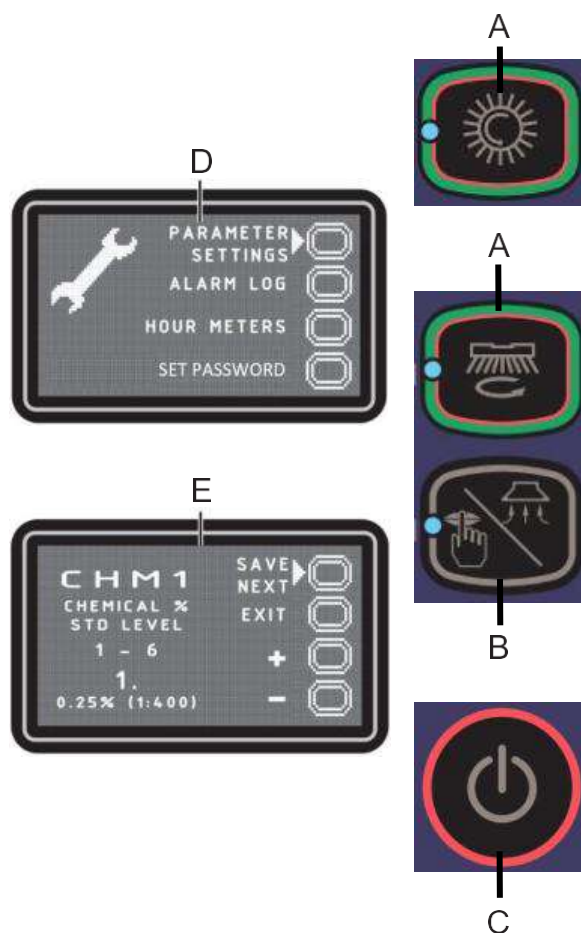

Рис. 7
Главное меню (D, Рис. 7)
Меню настроек машины (E, Рис. 7)
Для возврата в главное меню (D, Рис. 7) нажмите кнопку (A), чтобы переместить стрелку на «EXIT» (ВЫХОД), и нажмите кнопку (B).
Для возврата в главное меню (D, Рис. 7) нажмите кнопку (B).
2. Нажмите кнопку (B), чтобы сохранить и вернуться в главное меню (D, Рис. 7).